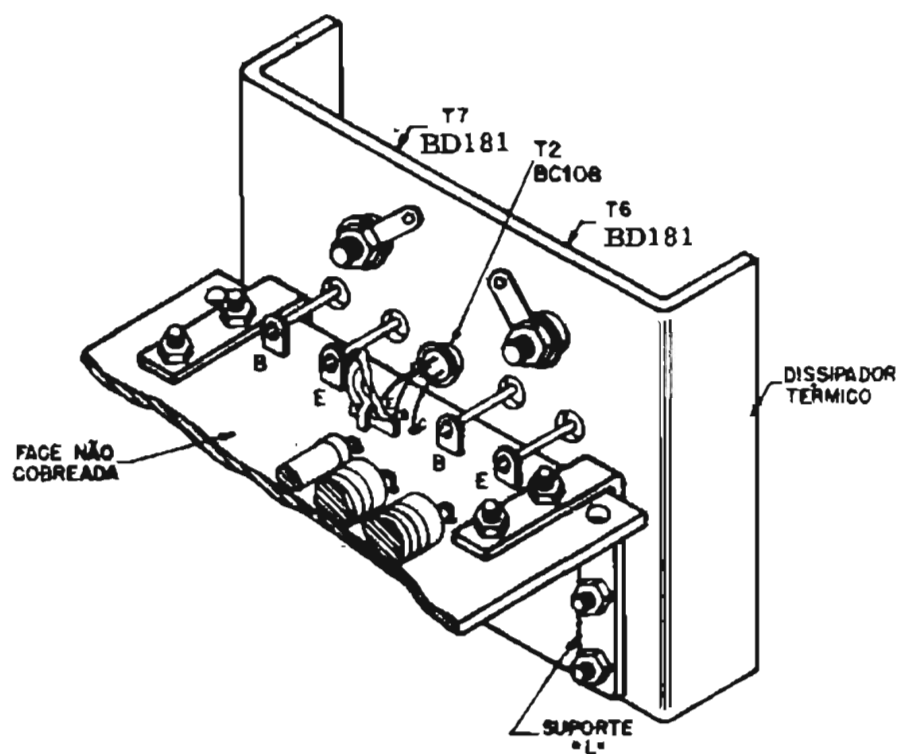

Figura 10 - Colocação de T2 (BC108) no dissipador térmico
- 12 - Fixe os dois suportes em forma de "L" à placa de fiação impressa, por meio de quatro parafusos 3 x 6mm, sem apertar definitivamente as porcas. Note, na figura 10, que o lado mais curto do suporte fica em contato com a face não cobreada da placa.
- 13 - Coloque um pouco de graxa de silicone ou vaselina sólida no corpo de T_2 e encaixe-o no furo existente no dissipador térmico (veja figura 10). Encoste agora o dissipador aos suportes "L" de modo que as extremidades dos pinos de base e emissor de T_6 e T_7 encaixem nos orifícios dos quatro terminais, previamente soldados à placa de fiação impressa. Fixe o dissipador aos suportes "L"